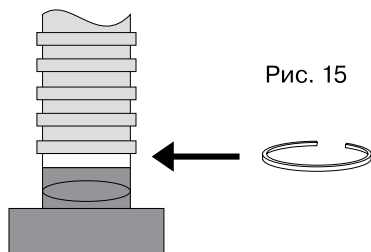

Рис. 15
7. Если Ваша вытяжка будет работать в режиме отвода воздуха в вентиляционную шахту, оденьте один конец гибкого воздуховода (в комплект поставки не входит) на переходной фланец (рис. 15) место стыковки переходного фланца с воздуховодом промажьте герметиком, а сам воздуховод закрепите на пере-